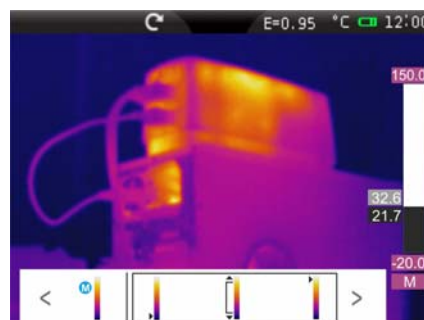

Fig. 58: Regulación simultánea nivel alto e bajo de temperatura
6. Toque la icona “” para la impostación simultánea de nivel bajo y alto de temperatura. Toque los símbolos “<” y “>” para realizar la regulación del campo de temperatura asociado a la paleta de colores hasta alcanzar el efecto deseado (vea Fig. 58)